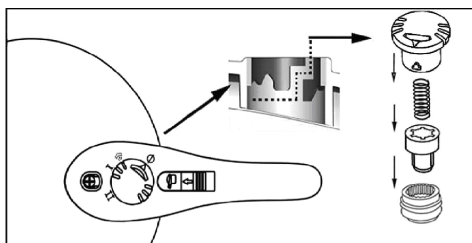

Fig.13
Specjalny demontaż odbywa się w następujący sposób: (rys. 13)
- przestawić zawór roboczy do pozycji „ $\phi$ ”, wymontować go, zdemontować w odpowiedniej kolejności pokazanej na rys. 13, a następnie oczyścić;
- Roboczy zawór ciśnieniowy: wyjmij ręcznie zawór ciśnieniowy i wyczyść go (patrz rys. 13)